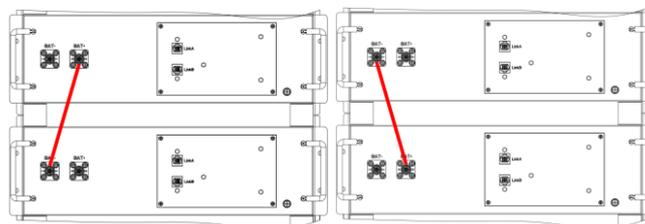

Figura 3.11 Conecte el arnés de alimentación A (2) Repita el
(1) Sujutando un arnés de alimentación A (5619100059301), conecte los cables desde el terminal "Bat+" de la primera caja de batería debajo de la caja de control hasta el terminal "Bat-" de la siguiente caja de batería sin error (Figura 3.11).